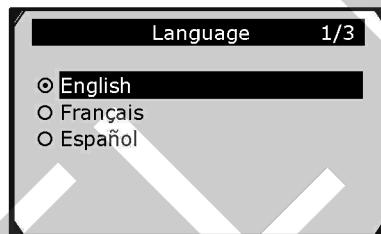

Рисунок 3-3
- 2) Используя **кнопку прокрутки**, выберите необходимый язык интерфейса, после чего нажмите **кнопку ввода/выхода**, чтобы сохранить выбранное значение и вернуться в предыдущее окно. В настоящее время доступны три языка программного интерфейса. См. рисунок 3-3.